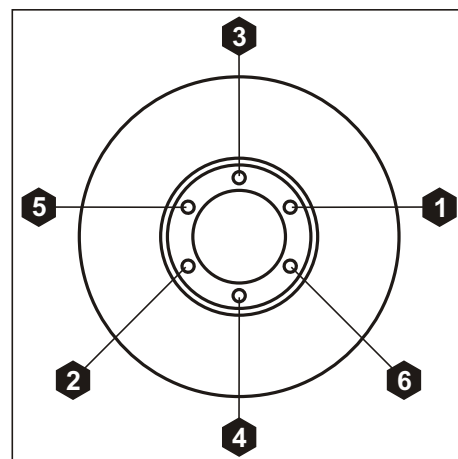

Рис. 49. Порядок затяжки болтов крепления демпфера.
1. Собрать ступицу (2) с демпфером (3).
- окончательная затяжка $M_{кр} = 120 \pm 12$ Нм согласно указанному порядку (см. Рис. 49).
4. Установить шкив (1).